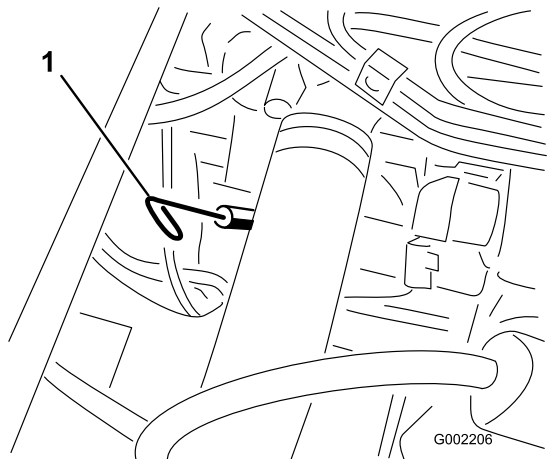

図 40
2. 助手席の下にあるディップスティックを抜きウェスで一度きれいに拭く(図 40)。ディップスティックを、チューブの根元までもう一度しっかりと差し込む。ディップスティックを引き抜いて油量を点検する。
13. オイル補給口のキャップを取り、所要量の約 80% のオイルを補給口から入れる (図 40)。